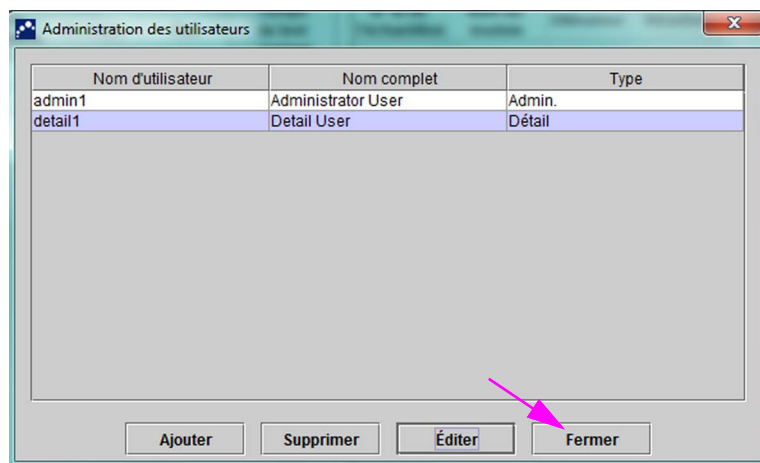

Figure 2-76. Boîte de dialogue Administration des utilisateurs après la suppression des utilisateurs
4. Pour supprimer des utilisateurs supplémentaires, répétez les étapes 2 à 3. Cliquez sur **Fermer** lorsque vous avez terminé de supprimer les utilisateurs (cf. Figure 2-76).